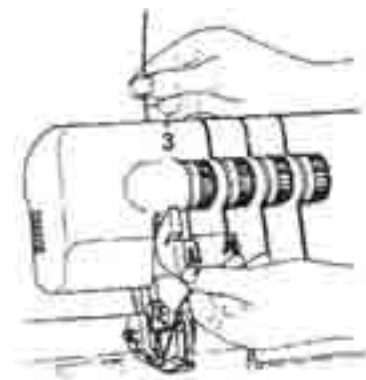

Abb.31
3. Halten Sie den Faden mit den Fingern fest, führen Sie ihn zwischen den Scheiben des Fadenspannungswählers **14** hindurch und ziehen Sie ihn dann nach unten (3) (Abb. 31).